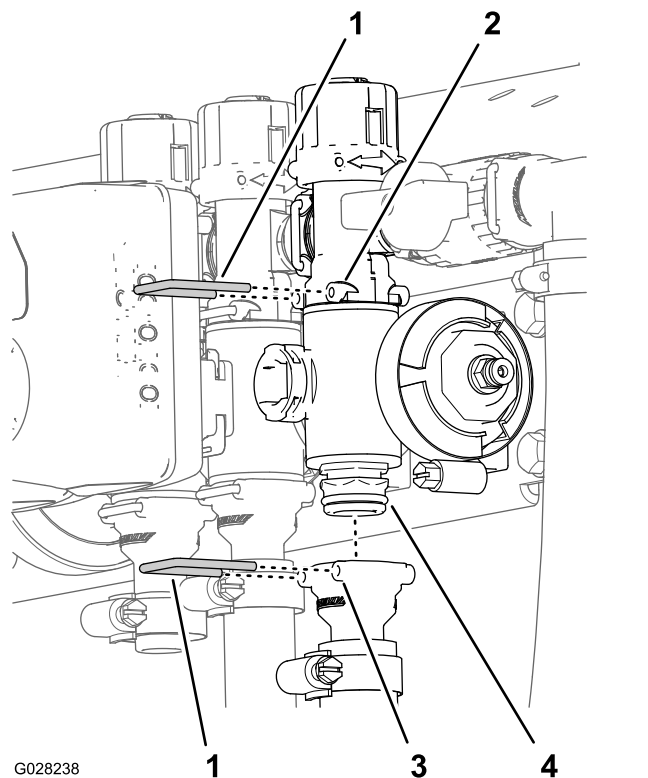

Рисунок 120
2. Снимите держатели, которые крепят выпускной штуцер к коллектору клапана секции и коллектор клапана к штуцеру перепуска (Рисунок 120).